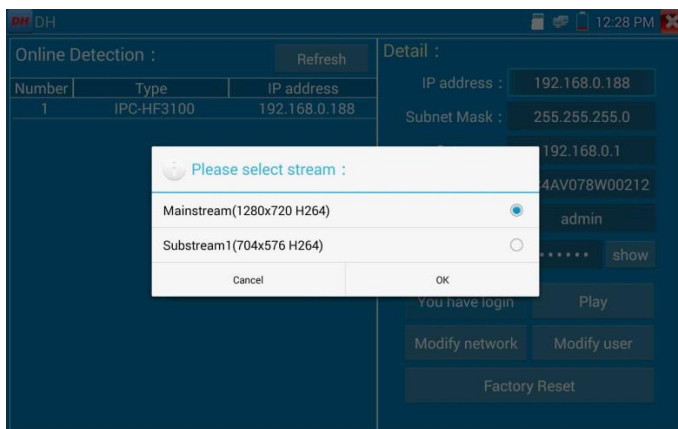

Рис. 124 Выбор видеопотока для тестируемой видекамеры
4. Если видекамера поддерживает выбор из нескольких потоков, выберите нужный, рис. 124